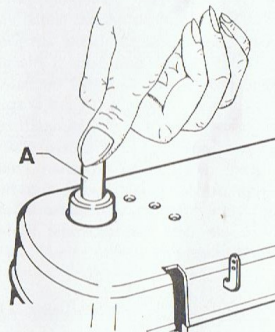

Abb. 21
18. Verstellen des Nähfußdruckes (Abb. 21 + 22)
Das Einstellen des Fußchendrucks erfolgt durch Herunterdrücken der Nähfuß-Druckverstellung (Abb. 21) auf eine entsprechende Tiefe. Je tiefer desto stärker der Anpreßdruck!